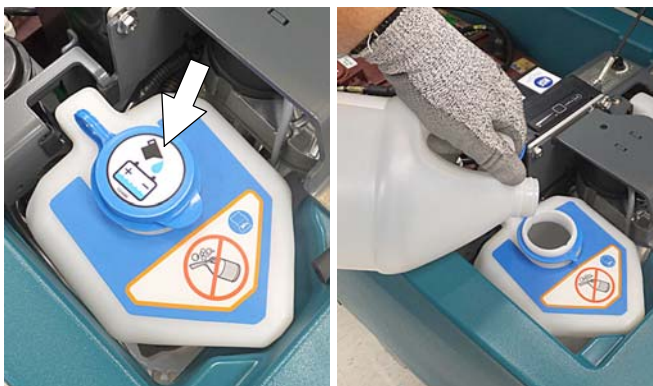

ABB. 23
2. Entfernen Sie den blauen Verschluss vom automatischen Batteriebewässerungstank (Abbildung 23).
3. Gießen Sie destilliertes Wasser in den Tank (Abbildung 23).